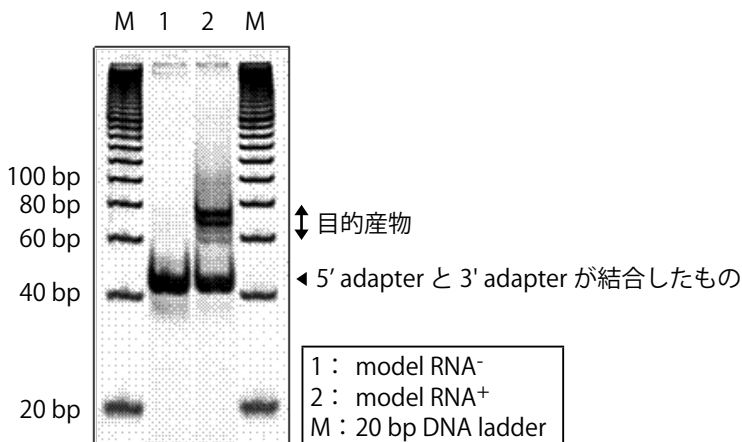

図3. 10 種類のモデル RNA (16 nt ~ 30 nt) を用いて反応を行った結果 (FMBIO II Multi-View で検出)
- 7) 5  $\mu$ l を 10% ポリアクリルアミドゲル(未変性)にてチェックする(図3;参考例)。
1 ウェルにアプライする DNA の量が多い場合や泳動を短時間で行った時などに、図 3 に見られるようにウェルの両端を流れる DNA が上に尾を引く場合があります。このような時は、ウェルにアプライする量を減らすか、大き目のウェルを使用してください。また、泳動をゆっくりと行うことにより改善される場合があります。なお、ゲル抜きを行うときには、下のバンド (アダプター同士が結合したもの) を含まないように気をつけてください。(バンドの両端が尾を引いている場合は、両端を含まないようにゲル抜きすることをお勧めします。)